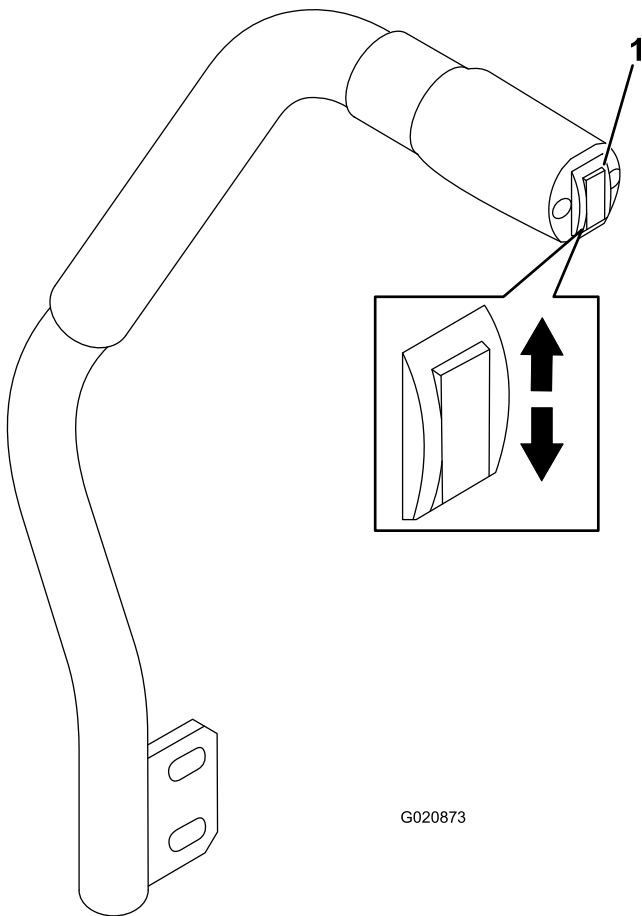

Bild 26
Mit dem Mähwerkhubhebel heben Sie die Schneideinheit an und senken Sie sie ab (Bild 26). Der Motor muss bei der Verwendung des Hebels laufen.
- Drücken Sie den Mähwerkhubschalter nach unten, um die Schneideinheit abzusenken (Bild 26).
- Drücken Sie den Mähwerkhubschalter nach oben, um die Schneideinheit anzuheben (Bild 26).